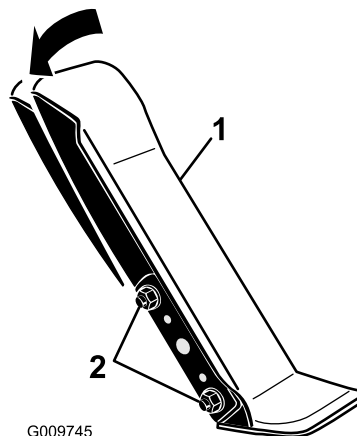

Figura 90
1. Desaperte as 2 porcas e parafusos que fixam o lado esquerdo do pedal de tração ao suporte (Figura 90).
2. Rode o pedal para o ângulo de funcionamento pretendido e apertar as porcas (Figura 90).